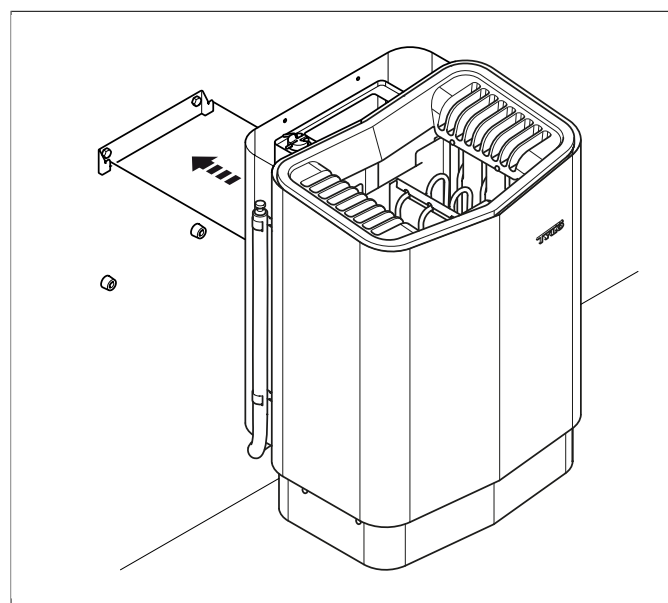

Рисунок 11: Устройство закреплено на
9. Закрепите устройство на консоли (см. **Рисунок 11**, страница 5).